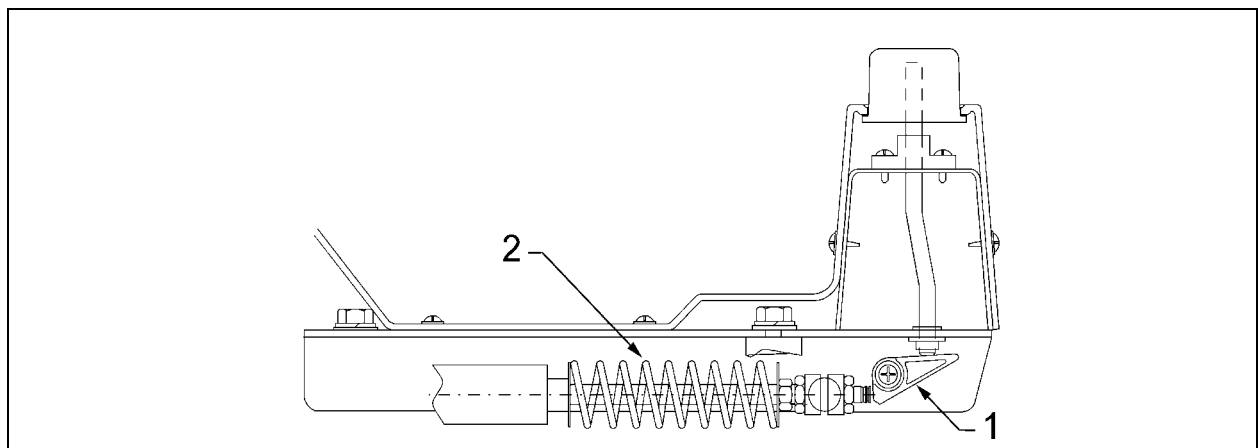

Figure 3: Mécanisme actuel. (1) Levier triangulaire à retirer ; (2) Cylindre actuel à retirer.
- Enlever la vis, le ressort et le levier triangulaire qui actionnaient le cylindre (figure 3, élément 1) ;
- Enlever le cylindre actuel (figure 3, élément 2) ;